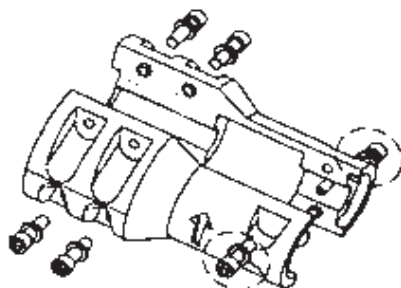

Figura 22: Tornillos de cabeza hueca del acople
4. Quite los (4) pernos hexagonales que unen el motor al adaptador del motor. Guarde los pernos para el reensamblaje.
7. Sujete el motor con los (4) pernos hexagonales. Vea la sección "Datos de ingeniería" en la página 8 de este manual para obtener el valor de par de torsión correcto.
11. Apriete muy bien los (2) tornillos de cabeza hueca en la extremidad de la bomba del acople (consulte la Figura 22). Apriete el acople de manera uniforme; aseguro que el acople esté simétrico tanto en el eje de la bomba como en el del motor. NO apriete los tornillos de cabeza hueca aún.